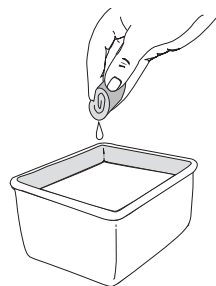

Fig. 14
3. Lave el filtro con agua y detergente (Fig. 14). Enjuague bien el filtro. Escurra el exceso de agua. Déjelo secar por completo.